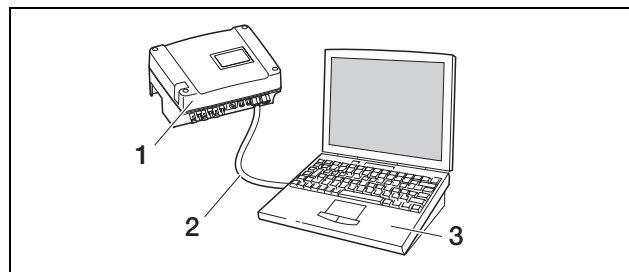

Figura 31: Conectar el inversor y el ordenador con cable Ethernet
- a) directamente mediante un cable Ethernet (véase la figura 31) o